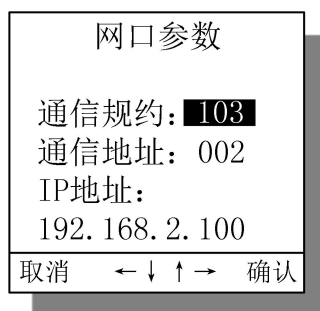

图 27 网口参数配置界面
- 2) 配置网口参数。在通信参数界面，操作方向键[▲]或[▼]将光标移至网口I参数条目上，按[←]键，即可进入网口I参数配置界面。用户可操作方向键[▲]、[▼]、[◀]、[▶]来移动光标到要调整的数值上，用[+]、[-]键来调整数值大小。修改完成后，按[⏏]键退到网口参数保存界面，用户操作[+]或[-]键选定是否保存，[√]表示保存操作状态，[×]表示操作无效状态，按[←]键确认其选定的状态。网口II参数的配置操作可参照网口I参数配置操作，这里不详细列举。网口参数配置界面图见图27。